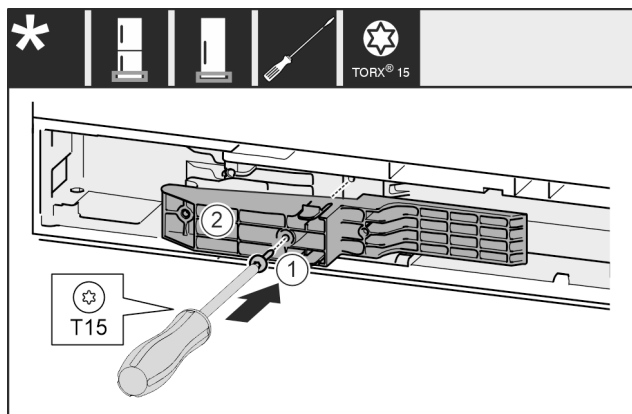

Fig. 61 *
- ▶ Adapterstuk Fig. 61 (1) aan de greepzijde in de uitsparing plaatsen.*
- ▶ Schroef Fig. 61 (2) met een schroevendraaier vastschroeven.*